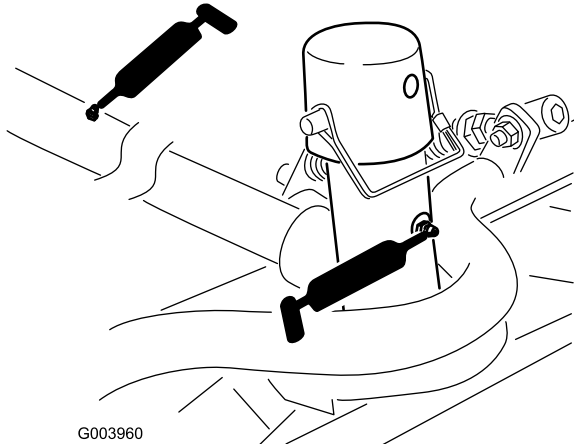

Bild 46
- Schneideinheitträgererrahmen und Drehzapfen (2 Stück) (Bild 46)